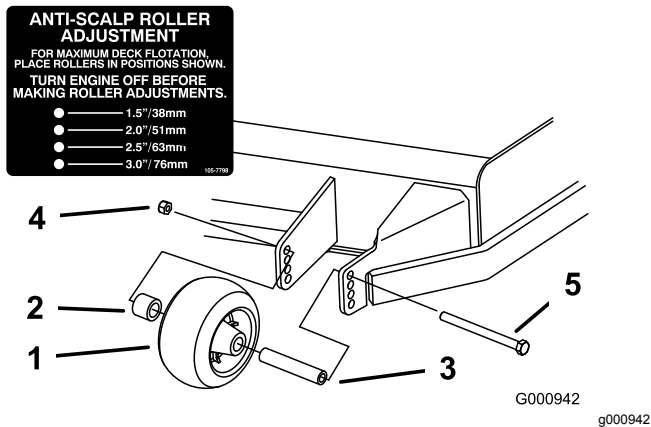
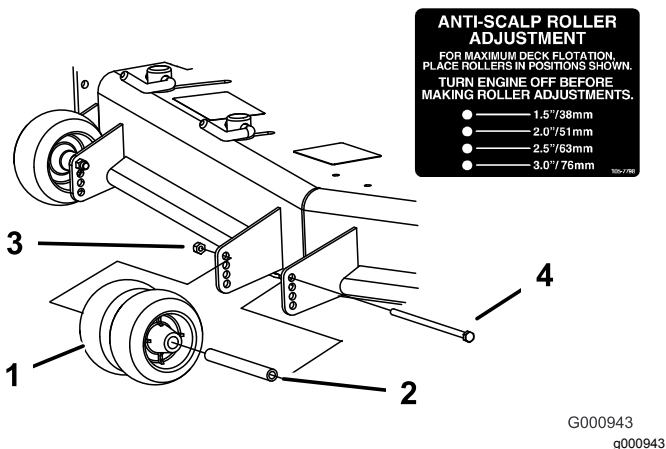
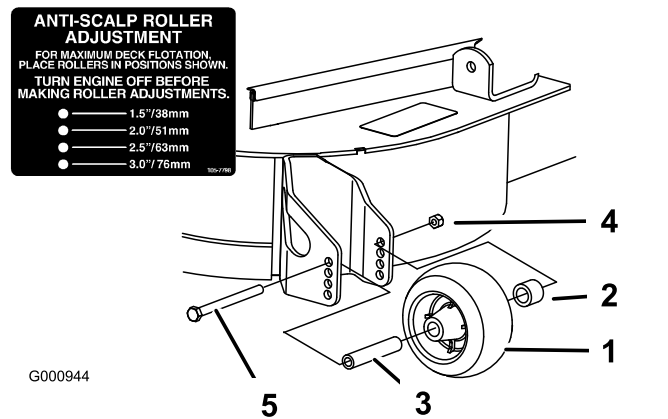

Bild 30
Bild 31
Bild 32
- Stellen Sie die Antiskalpierrollen ein, wie in Bild 30, Bild 31 und Bild 32 abgebildet.